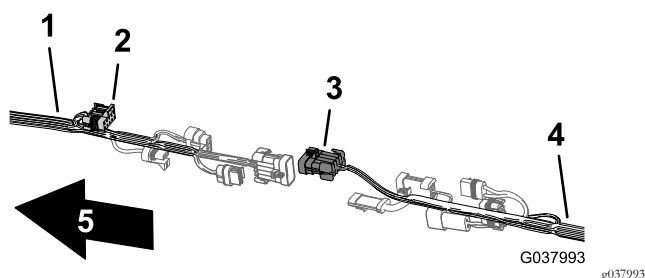

Figura 106
2. Collegate il connettore a 10 prese del cablaggio preassemblato anteriore per l'interconnessione del cablaggio dell'irroratrice al connettore a 10 pin del cablaggio preassemblato posteriore per l'interconnessione del cablaggio dell'irroratrice (Figura 106).